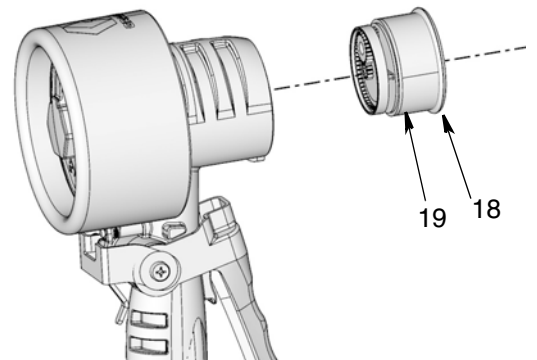

ABB. 12
5. Dichtung (18) und Kolben (19) abnehmen. Wenn die Kolbeneinheit fest sitzt, das Gehäuse leicht gegen eine flache Oberfläche klopfen, um sie zu lösen (ABB. 12).